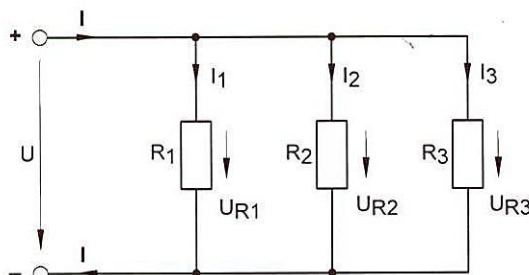

Рис. 3.1. Параллельное соединение резисторов
5.1. Соберите цепь согласно принципиальной схеме (Рис. 3.1) и монтажной схеме (Рис. 3.2). Используйте источник напряжения «+15 В». Включите специальные миниблоки для подключения амперметра последовательно с каждым из резисторов $R_1 = 330 \text{ Ом}$, $R_2 = 220 \text{ Ом}$ и $R_3 = 470 \text{ Ом}$.
6.1. В отчёте необходимо указать номер работы, тему, цель, привести принципиальную схему электрической цепи (Рис. 3.1), таблицу 3.1, необходимые расчёты.